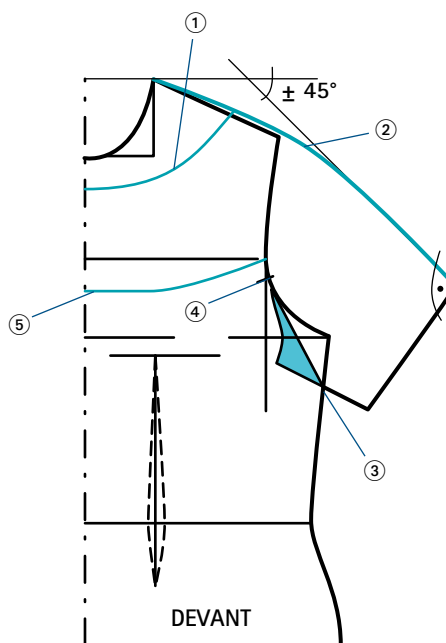

FIG. 1
Tracer le patron de base du buste d'après les mesures données, avec l'élargissement nécessaire, puis appliquer la transformation en suivant les indications des figures 1 et 2.
④ Sur la ligne d'emmanchure de base, placer un point à la jointure avec la ligne verticale de construction de l'emmanchure (fig. 1). Puis, à partir de ce point, joindre l'emmanchure sur le côté. Retracer « en miroir » le petit triangle qui s'est formé (fig. 1, en bleu).
⑤ Tracer la ligne de découpe en commençant sur l'emmanchure au niveau de la ligne de carrure, puis descendre de 2 ou 3 cm vers le milieu devant.